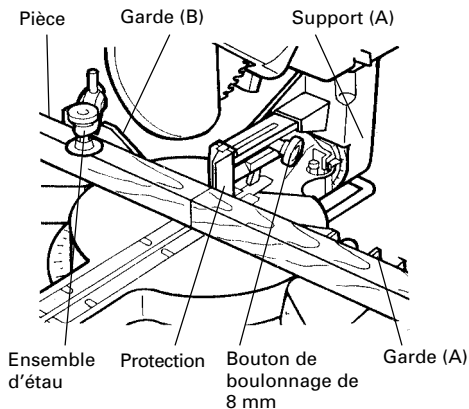

Fig. 8
Le support (A) possède une protection (voir Fig. 8) dans laquelle il faudra découper une encoche.